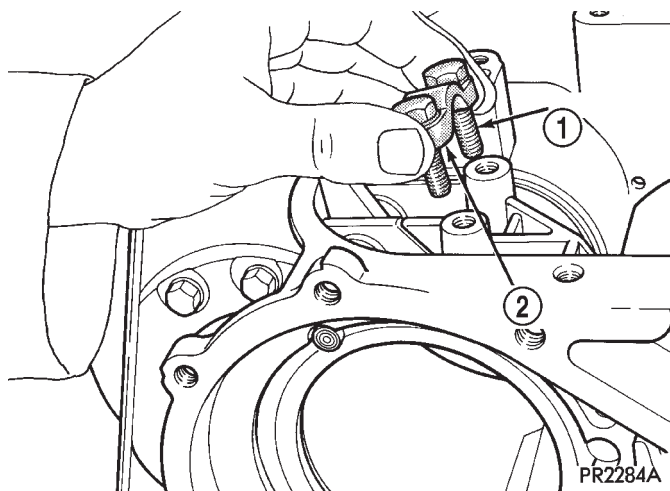
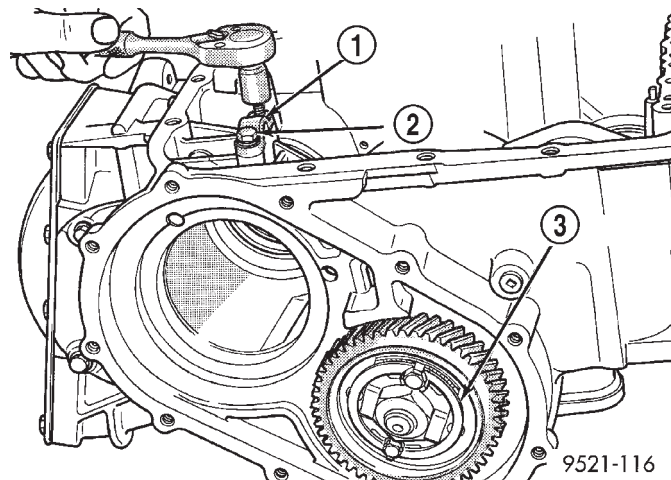

Fig. 62 Soporte y pernos
Fig. 63 Soporte de la varilla del calce de estacionamiento
(22) Instale el soporte de la varilla y los pernos (Fig. 62). Apriete los pernos con una torsión de 28 N·m (250 lbs. pulg.) (Fig. 63).